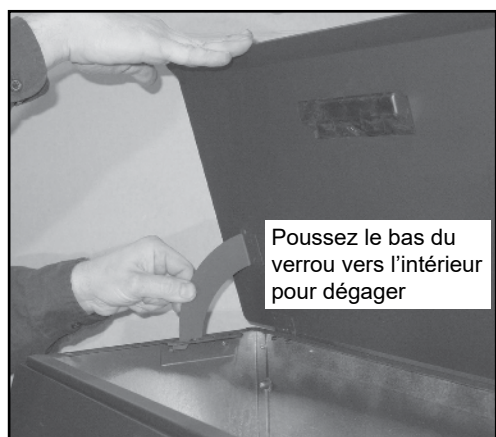

Figure 9.2
3. Pour fermer le couvercle de trémie, tout en maintenant le couvercle ouvert à une main, poussez le bouton de dégagement du verrou vers l'intérieur afin de le déverrouiller et de lentement refermer le couvercle. **Figure 9.2.**